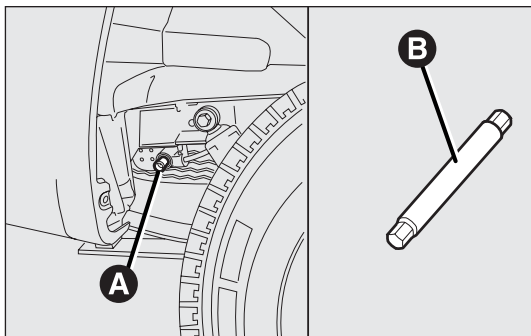
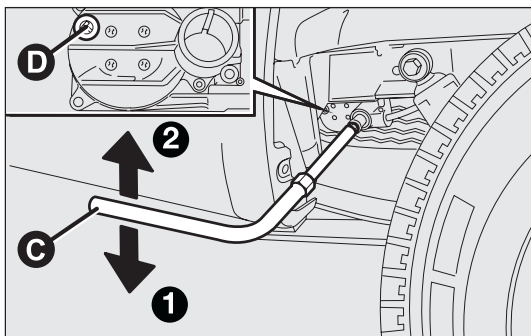

рис. 161
рис. 162
- во всех моделях автомобилей под аркой заднего правого колеса поверните верстачный винт А – рис. 161 крепежного устройства запасного колеса с помощью входящего в комплект ключа со специальным удлинителем В;
- ❑ поверните винт С – рис. 162 против часовой стрелки 1, чтобы отпустить крепление запасного колеса;
- поставьте входящий в комплект ключ C – рис. 162 со специальным удлинителем B – рис. 161 на винт A – рис. 161 устройства для размещения запасного колеса и поверните ключ по часовой стрелке 2, чтобы колесо полностью вошло в посадочное положение под шасси автомобиля. Проверьте, чтобы в отверстии на устройстве появилась отметка блокировки колеса в положении D – рис. 162.
- поставьте входящий в комплект ключ С – рис. 162 со специальным удлинителем В – рис. 161 на винт А – рис. 161 устройства для размещения запасного колеса и поверните ключ по часовой стрелке 2, чтобы колесо полностью вошло в посадочное положение под шасси автомобиля. Проверьте, чтобы в отверстии на устройстве появилась отметка блокировки колеса в положении D – рис. 162.